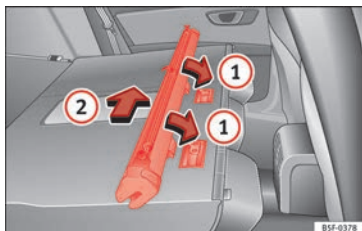

Fig. 169 Montar la red de separación en los respaldos del asiento trasero.
- Coloque la carcasa de la red en los rebajes de los carriles de sujeción en el sentido de las flechas » **fig. 169 ①**.
- Empuje la carcasa hacia el lado izquierdo del vehículo en el sentido de la flecha » **fig. 169 ②** y hasta el tope.
- Tire de la carcasa de la red aproximadamente 5 cm en el sentido contrario de la flecha » **fig. 169 ②**.
- Extraiga la carcasa de los carriles de sujeción tirando en el sentido contrario al de las flechas » **fig. 169 ①**.